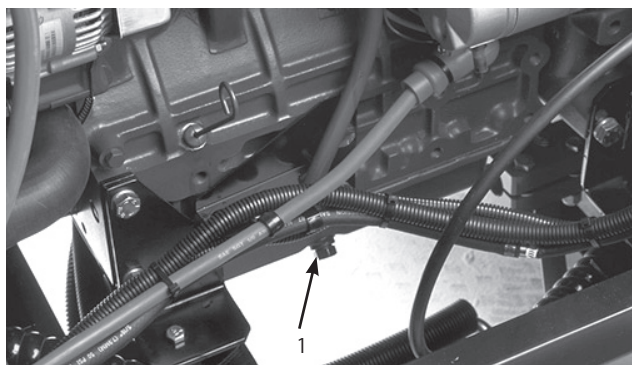

図30
1. ドレン・プラグを取って(図30) 廃油を受ける。完全に抜けたらプラグを元通りに取り付ける。